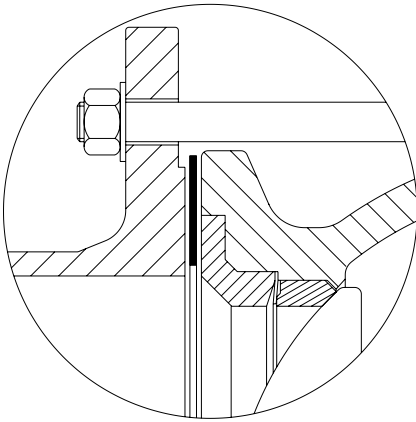

Fig.5-2 Joint
- Vérifier que la vanne et les joints de brides soient parfaitement centrés, et que la définition des joints corresponde à l'application. La qualité de l'étanchéité de la vanne est dépendante du joint de bride amont, qui transmet les efforts de compression de la bride à la bague de blocage du siège (→ Fig.5-2).